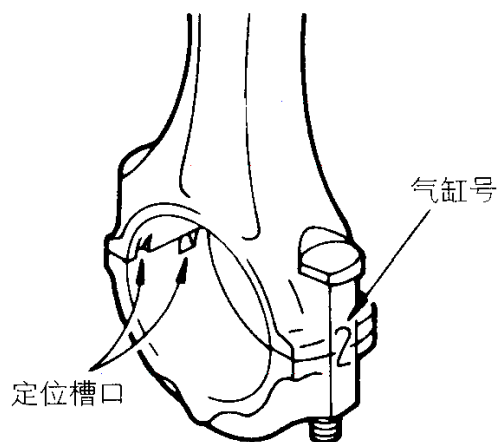
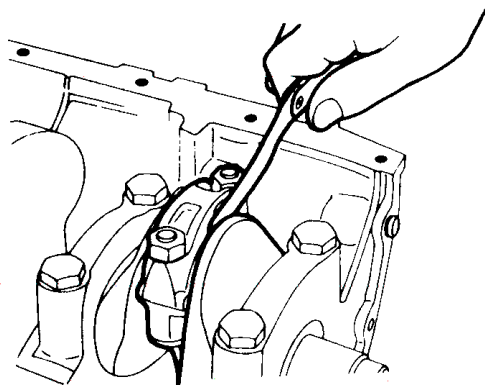

图 2-100 连杆盖安装标记
图 2-101 检查连杆大端侧隙
(6) 安装连杆盖时, 如图 2-100 所示, 校核标记在部件间的记号, 将轴承盖装到连杆上。如果连杆是没有标记记号的新零件, 则应使轴承的定位槽口处于图所示的同一侧面位置。如图 2-101 所示, 检查连杆大端侧隙。应使连杆大端的侧隙符合规定要求。连杆大端侧隙标准值为 0.10~0.25mm, 极限值为 0.40mm。